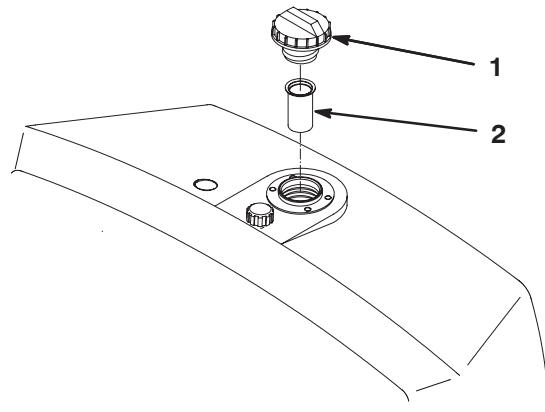

Figure 27
2. Sortez la jauge du réservoir et vérifiez le niveau d'huile. L'huile doit arriver au bas de la crête dans le goulot de remplissage (Fig. 27).